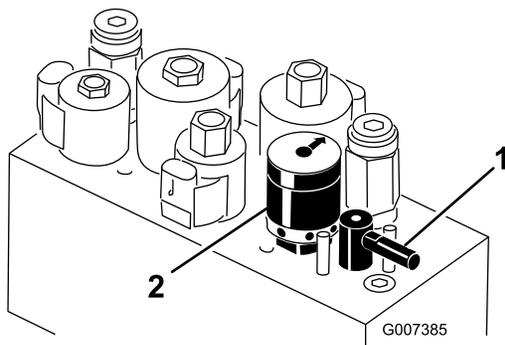

図 57
5. バックラップレバーを R 位置にセットする (図 57)。
6. リール速度セレクタを 1 にセットする (図 57)。